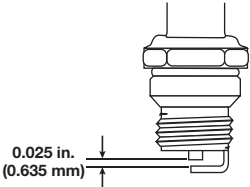

Fig. 32
5. Cambie las bujías que estén rajadas, corroidas o sucias. Ajuste el espacio de la bujía a 0.025 pulgadas (0.635 mm) con la ayuda de un calibrador de hoja (Fig. 32).